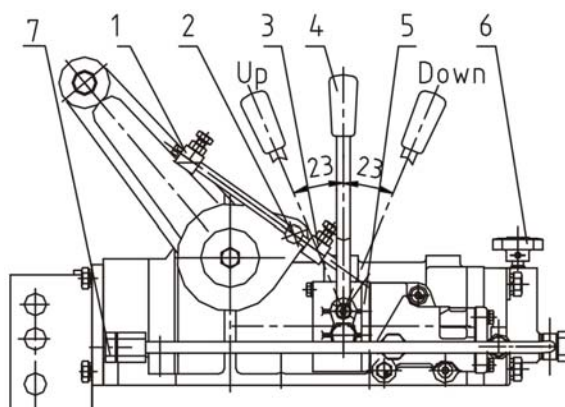

Рис. 3. Гидравлический подъемник.
А. Подъем и опускание сельскохозяйственного оборудования (Рис. 3). Переместите рычаг управления вперед - и присоединенное оборудование опустится. Установите блокиратор опускания в соответствующем положении таким образом, чтобы штепсель (2) соприкоснулся с блокиратором опускания (1), когда оборудование опущено на желаемое рабочее опущенное положение, потяните быстро назад ручку управления в нейтральное положение, чтобы оборудование осталось на желаемой рабочей высоте. Когда необходимо поднять оборудование, просто переместите рычаг (4) назад и оборудование будет подниматься до тех пор, пока штепсель (2) не соприкоснется с блокиратором подъема (3) и переместите рычаг в нейтральное положение. Различную высоту подъема можно достичь, если фиксатор подъема (3) закреплен в различных положениях. Если рабочую высоту необходимо достичь во время работы, необходимо немного переместить рычаг вперед-назад, чтобы достичь желаемого результата. Пожалуйста, запомните, что рычаг управления должен находиться в нейтральном положении сразу же после регулировки. Если необходимо отрегулировать скорость подъема, открутите или закрутите слегка ручное колесико на гидравлическом стопорном клапане (6).